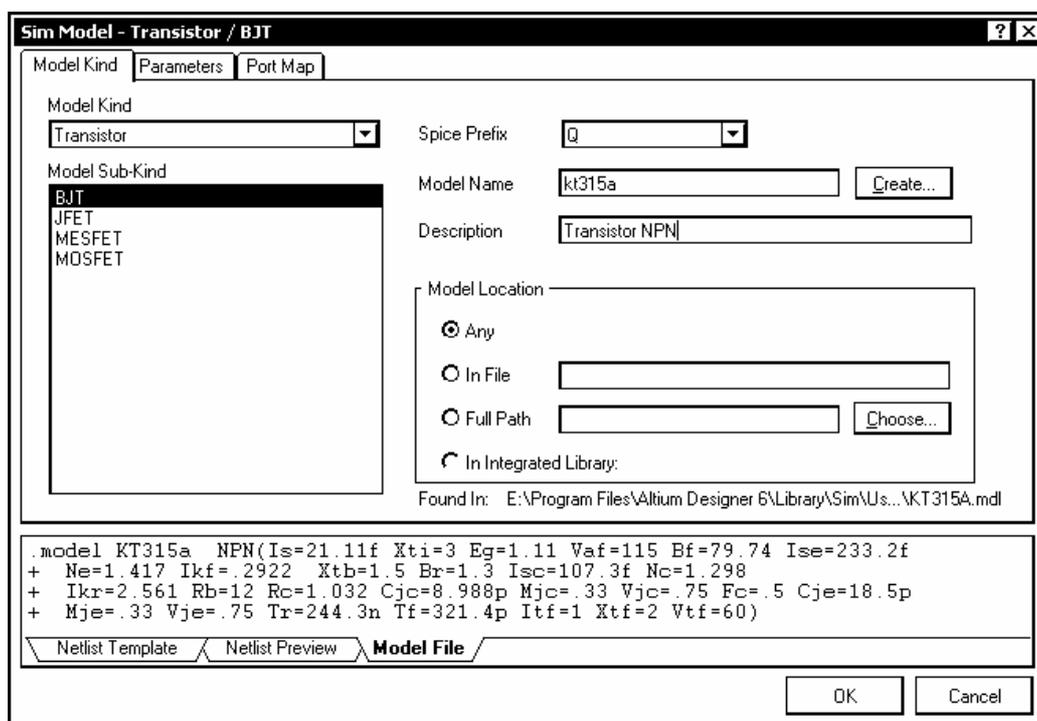

Рис. 3.16
3. Открывается диалоговое окно поиска модели Sim Model (рис. 3.16). В поле Model Kind выбрать вид модели – Transistor.